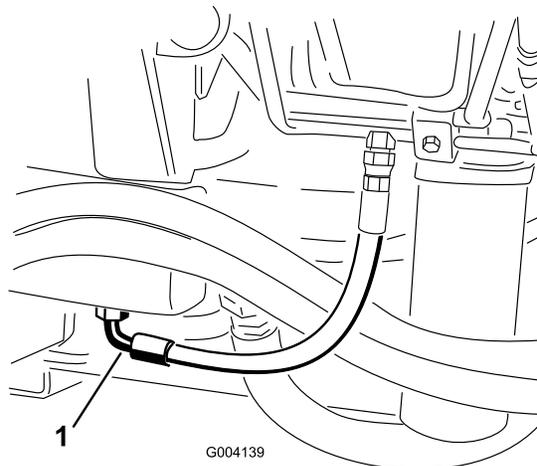

Figura 63
2. Coloque un recipiente grande debajo del acoplamiento situado en la parte inferior del depósito de aceite hidráulico (Figura 63).